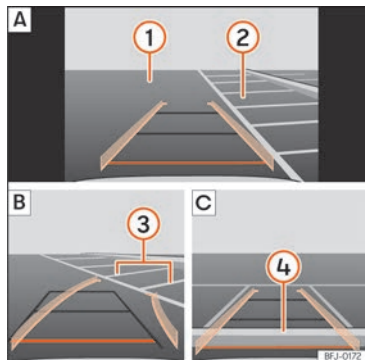

Fig. 217 Visualização no ecrã do sistema Infotainment: estacionar com o assistente de marcha-atrás
Legenda da **Fig. 217**:
- Posicione o veículo à frente do lugar de estacionamento **»» Fig. 217 2 A**.